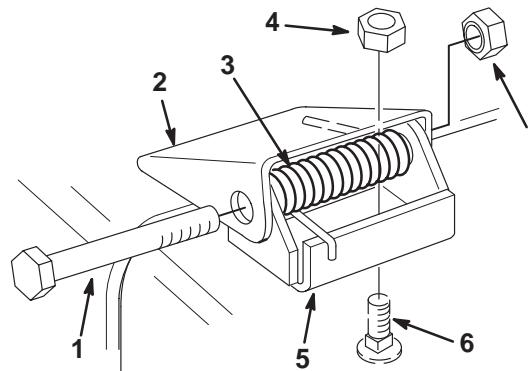

Figure 53
2. Retirer l'écrou, le boulon et le ressort de fixation des attaches du déflecteur aux supports de pivot (Fig. 53).
3. S'il faut remplacer les supports de pivot, retirer les boulons de carrossier et les écrous coniques qui les fixent au-dessus de l'ouverture d'éjection, puis mettre en place de nouveaux supports. S'assurer que la tête des boulons de carrossier est bien à l'intérieur de l'unité de coupe (Fig. 53).
4. Monter les attaches du déflecteur sur les supports de pivot à l'aide des boulons, des ressorts et des écrous de blocage. Les extrémités droites des ressorts doivent passer entre le déflecteur et l'attache (Fig. 53).
5. Serrer les écrous de blocage jusqu'à ce qu'ils touchent les supports de pivot (Fig. 53).